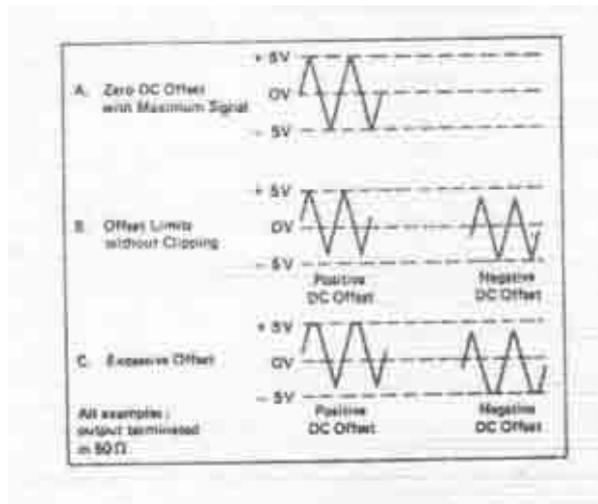

Figura 4. Modo de control de salida DC
1. El control de compensación DC puede producir más de +/-10V en circuito abierto, o +/-5V en 50ohms. Recuerde que la variación de señal combinada de salida DC está también limitada a +/-10V en circuito abierto, o +/-5V en 50ohms. Hay un ligero recorte en estos niveles. La figura 4 muestra las diferentes condiciones de trabajo que puede encontrar cuando use la compensación DC. Si la señal de salida deseada es larga o si usa una compensación DC larga, puede usar un osciloscopio para comprobar que la combinación se obtiene sin ningún recorte. La probabilidad de que exista recorte se reduce manteniendo el control de amplitud cuando sea posible en la posición media inferior de su rango.